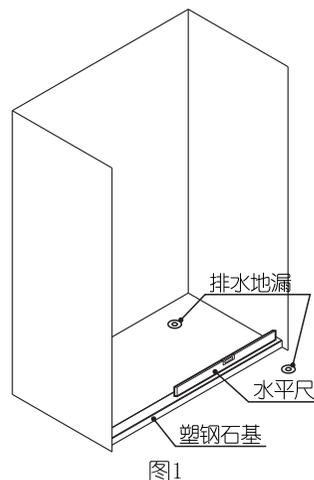

图1
1. 先在淋浴屏风或淋浴房所需安装位置内预留排水地漏，房外也应预留排水地漏，以便排出因意外溢出的水（如图1所示）。
2. 将大理石装在安装位，调至水平，建议将大理石下部10mm埋入地下（如图1所示）。